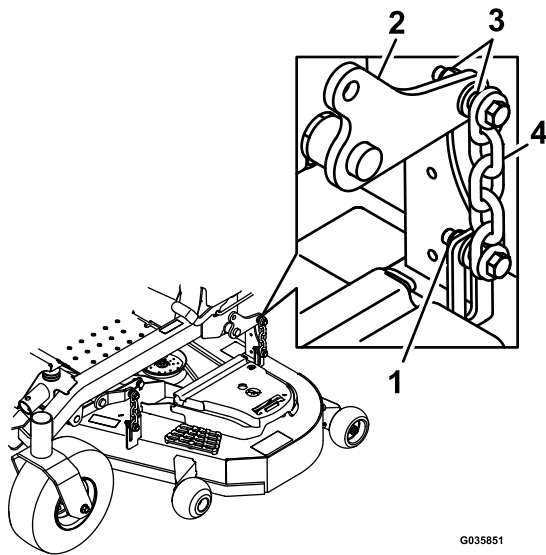

Bild 80
13. Lösen Sie die Sicherungsmuttern (Bild 80) an allen vier Ecken und stellen Sie sicher, dass das Mähwerk fest auf allen vier Blöcken sitzt.